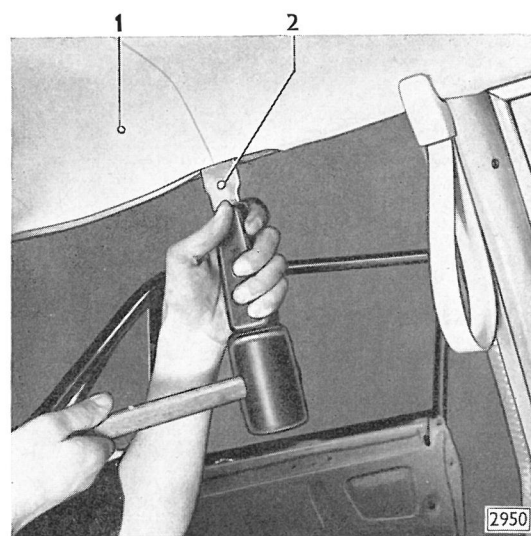

Bild 193 - Himmel in Zackenschiene einstemmen
10. Den ca. 3 cm überhängenden Himmel an Unterkante Hintersäule beginnend nach vorn mit Köderstemmer SW-158 und Gummihammer in Zackenschiene einstemmen (Bild 193) und Zackenschiene mit Gummihammer festschlagen. Auf entgegengesetzter Seite in gleicher Weise verfahren.